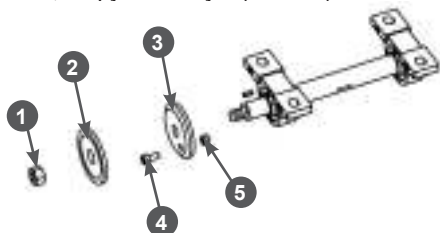

Рис. 15 Схема вала режущего диска
- С помощью ключей, закреплённых на раме, открутите гайку 1 крепления диска (левая резьба) и снимите внешнюю шайбу 2 крепления режущего диска (Рис. 15).
- Возьмите из комплекта поставки устройство болт М6 с гайкой, закрутите болт 4 в отверстие на внутренней шайбе 3 крепления режущего диска и законтрите его, закрутив гайку 5 (Рис. 15).